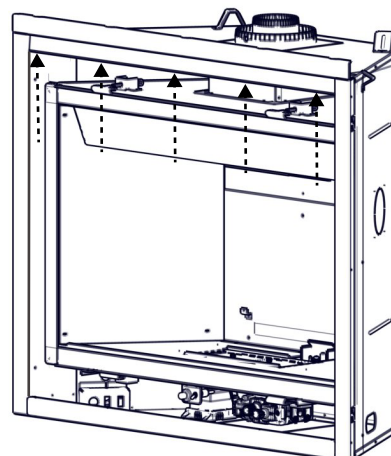

FIG. 4
- C. Réinstallez les vis de fixation de l'étape A précédemment enlever (FIG. 4).